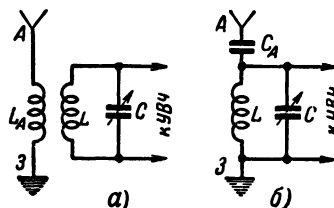

Рис. 1. Схемы связи входного контура с антенной.
**Входной контур.** Колебания из антенны подаются на сетку лампы каскада усиления высокой частоты через входной контур  $LC$ , который, как правило, не включается непосредственно в антенну, а связывается с нею индуктивно через катушку  $L_A$  (рис. 1, а) или через небольшую емкость  $C_A$  (рис. 1, б).